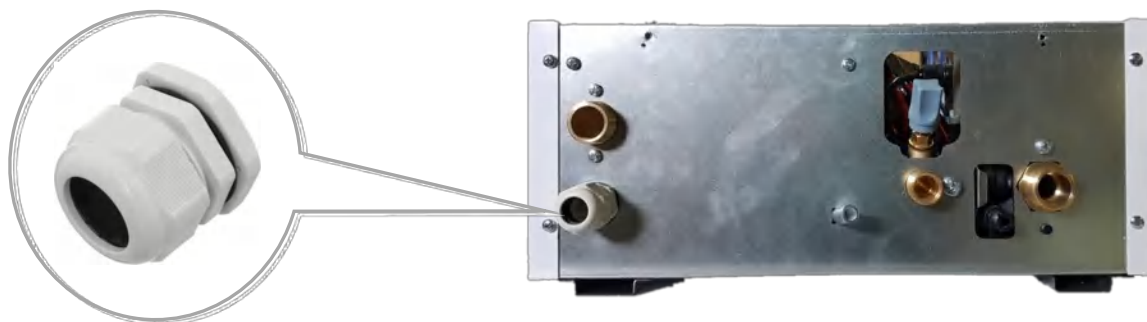

Рис. 11 Кабельный ввод
- Кабель питания прокладывается через кабельный ввод в нижней части электродкотла (См. Рис. 11).